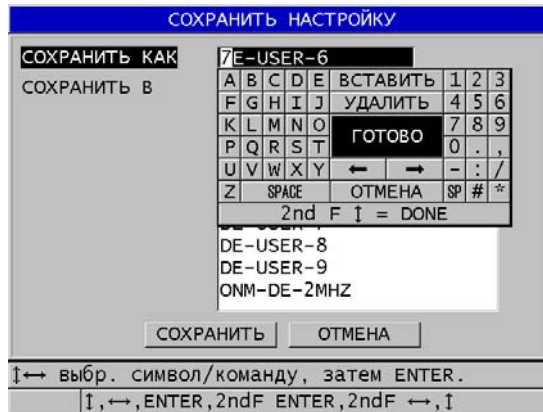

Рис. 12-6 Сохранение настройки
- b) В окне **SAVE SETUP** введите желаемое имя файла пользовательской настройки (см. Рис. 12-6 на стр. 229).